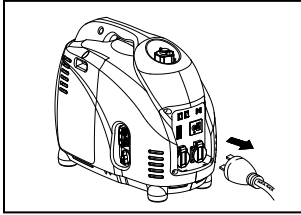

Fig.24
1. Apagar el interruptor del aparato conectado o desconectar el mismo (Fig.24).